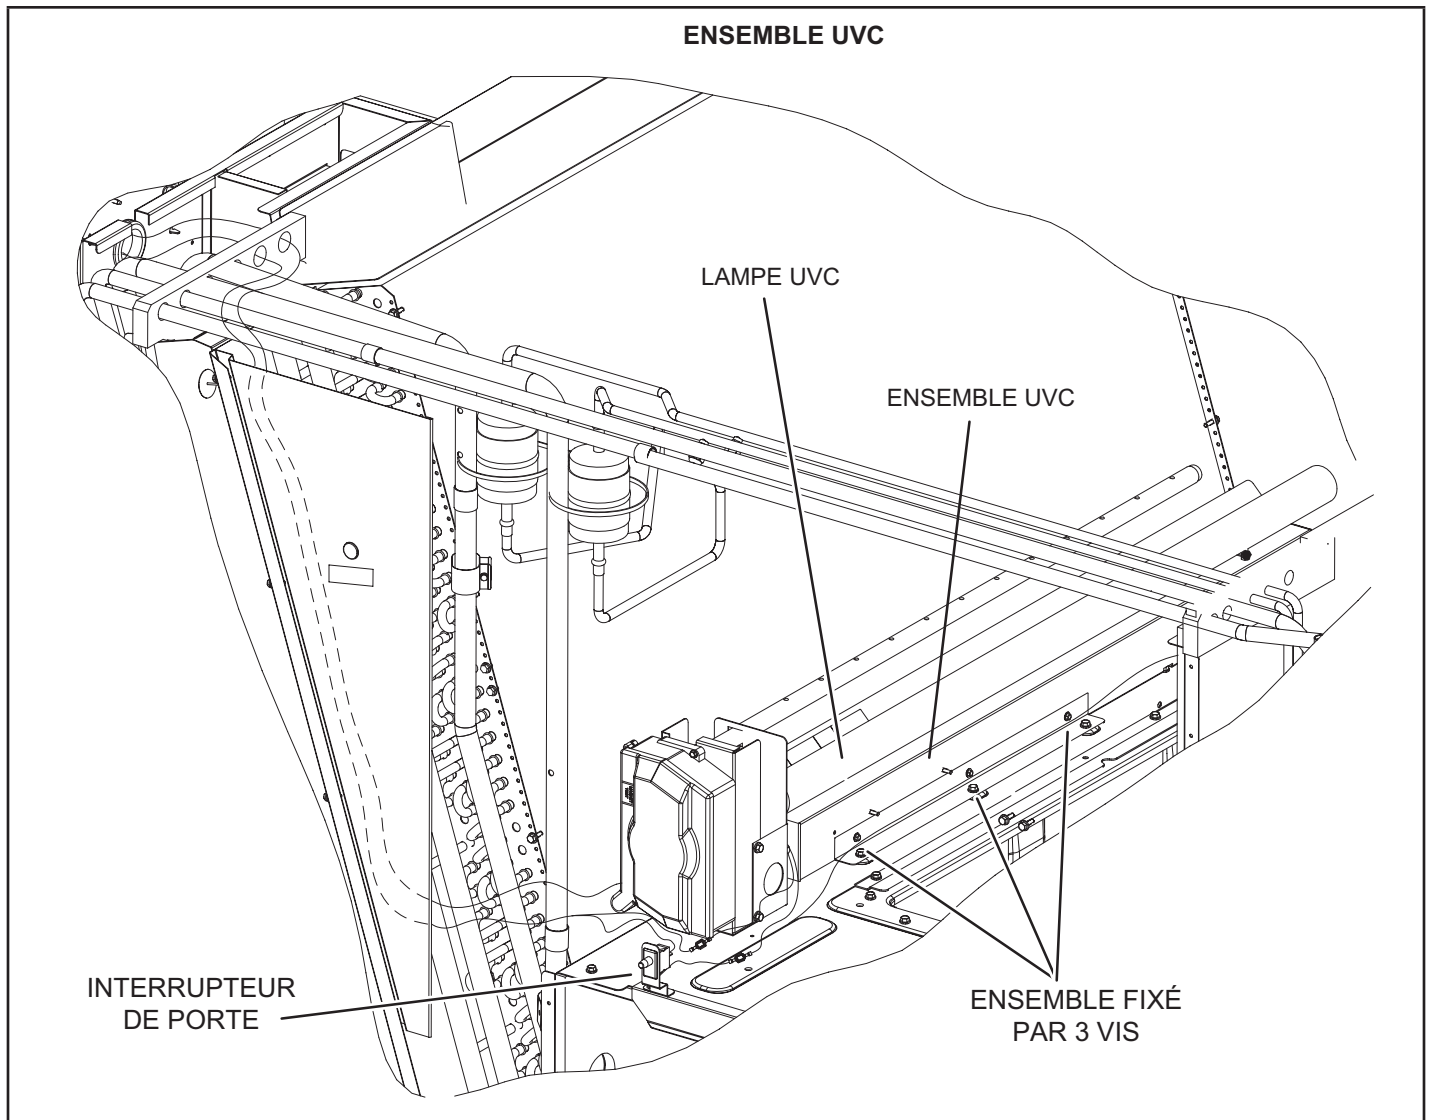

FIGURE 38
Lorsque la lampe UVC est installée en usine, elle est expédiée dans de la mousse. La lampe est fixée à l'ensemble UVC sur le support du ventilateur. Voir FIGURE 38. Retirer la lampe et l'installer dans le dispositif pour lampe UVC en suivant les étapes 2 à 11.
- 5 - Retirer et conserver les 3 vis qui fixent l'ensemble UVC. Sortir délicatement l'ensemble UVC en le faisant glisser par la porte d'accès au ventilateur. Voir FIGURE 38.
- 8 - Placer délicatement l'ensemble UVC sur le support du ventilateur. Aligner les trous de fixation de l'ensemble UVC sur les trous de fixation du support du ventilateur. Voir FIGURE 38. Utiliser les vis fournies pour fixer l'ensemble UVC.